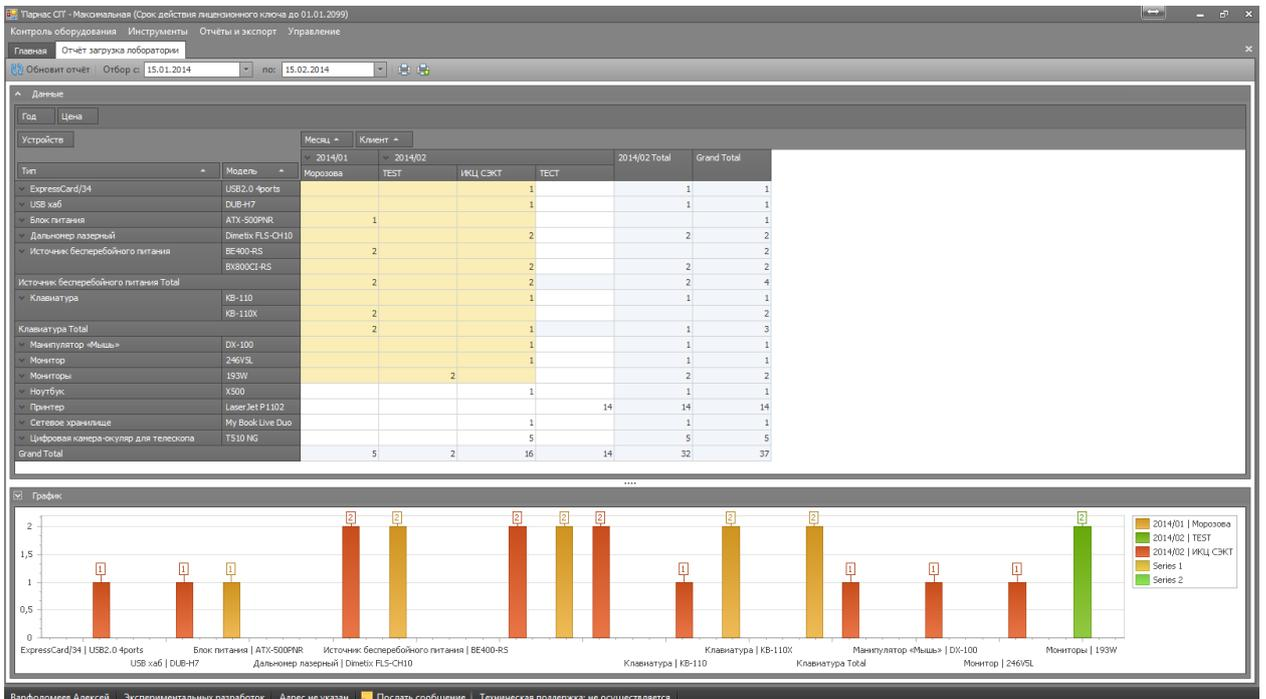

Рисунок 85
- Получив интересующую Вас форму отчетной таблицы, выделите диапазон данных таблицы и просмотрите графическое отображение результатов отчета, открыв скрываемое окно – **График** (рис.85)